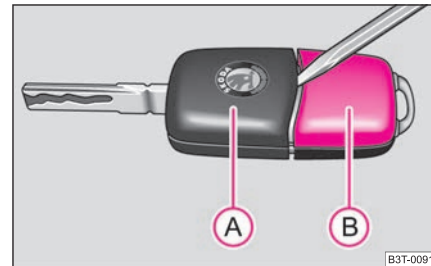

Abb. 23 Schlüssel mit Funk-Fernbedienung trennen
Jeder Funk-Schlüssel enthält eine Batterie, die im Deckel **(B)** des Sendergehäuses untergebracht ist ⇒ Seite 37, Abb. 23. Wir empfehlen Ihnen, die Schlüsselbatterie von einem Škoda Servicepartner wechseln zu lassen. Falls Sie jedoch die verbrauchte Batterie selbst wechseln wollen, gehen Sie wie folgt vor:
- Hebeln Sie das Schlüsselteil **(A)** ⇒ Seite 37, Abb. 23 vorsichtig mit einem dünneren Schraubendreher vom Sendergehäuse **(B)** ab.